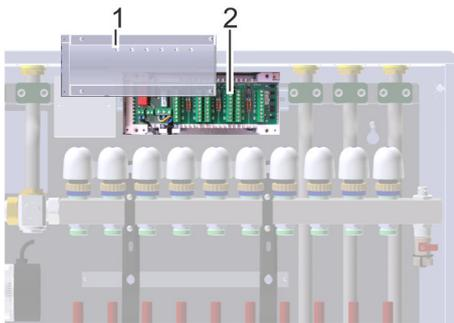

Abb. 68: Stellantriebe anschließen
- 6.** 4 Schrauben lösen und Deckel (Abb. 68/1) des Anschlussmoduls entfernen.
- 7.** Raumthermostate gemäß Schaltplan an das Anschlussmodul (Abb. 68/2) anschließen.
- 8.** Stellantriebe gemäß Schaltplan an das Anschlussmodul (Abb. 68/2) anschließen.
- 10.** Deckel (Abb. 68/1) auf das Anschlussmodul setzen und mit 4 Schrauben festdrehen.